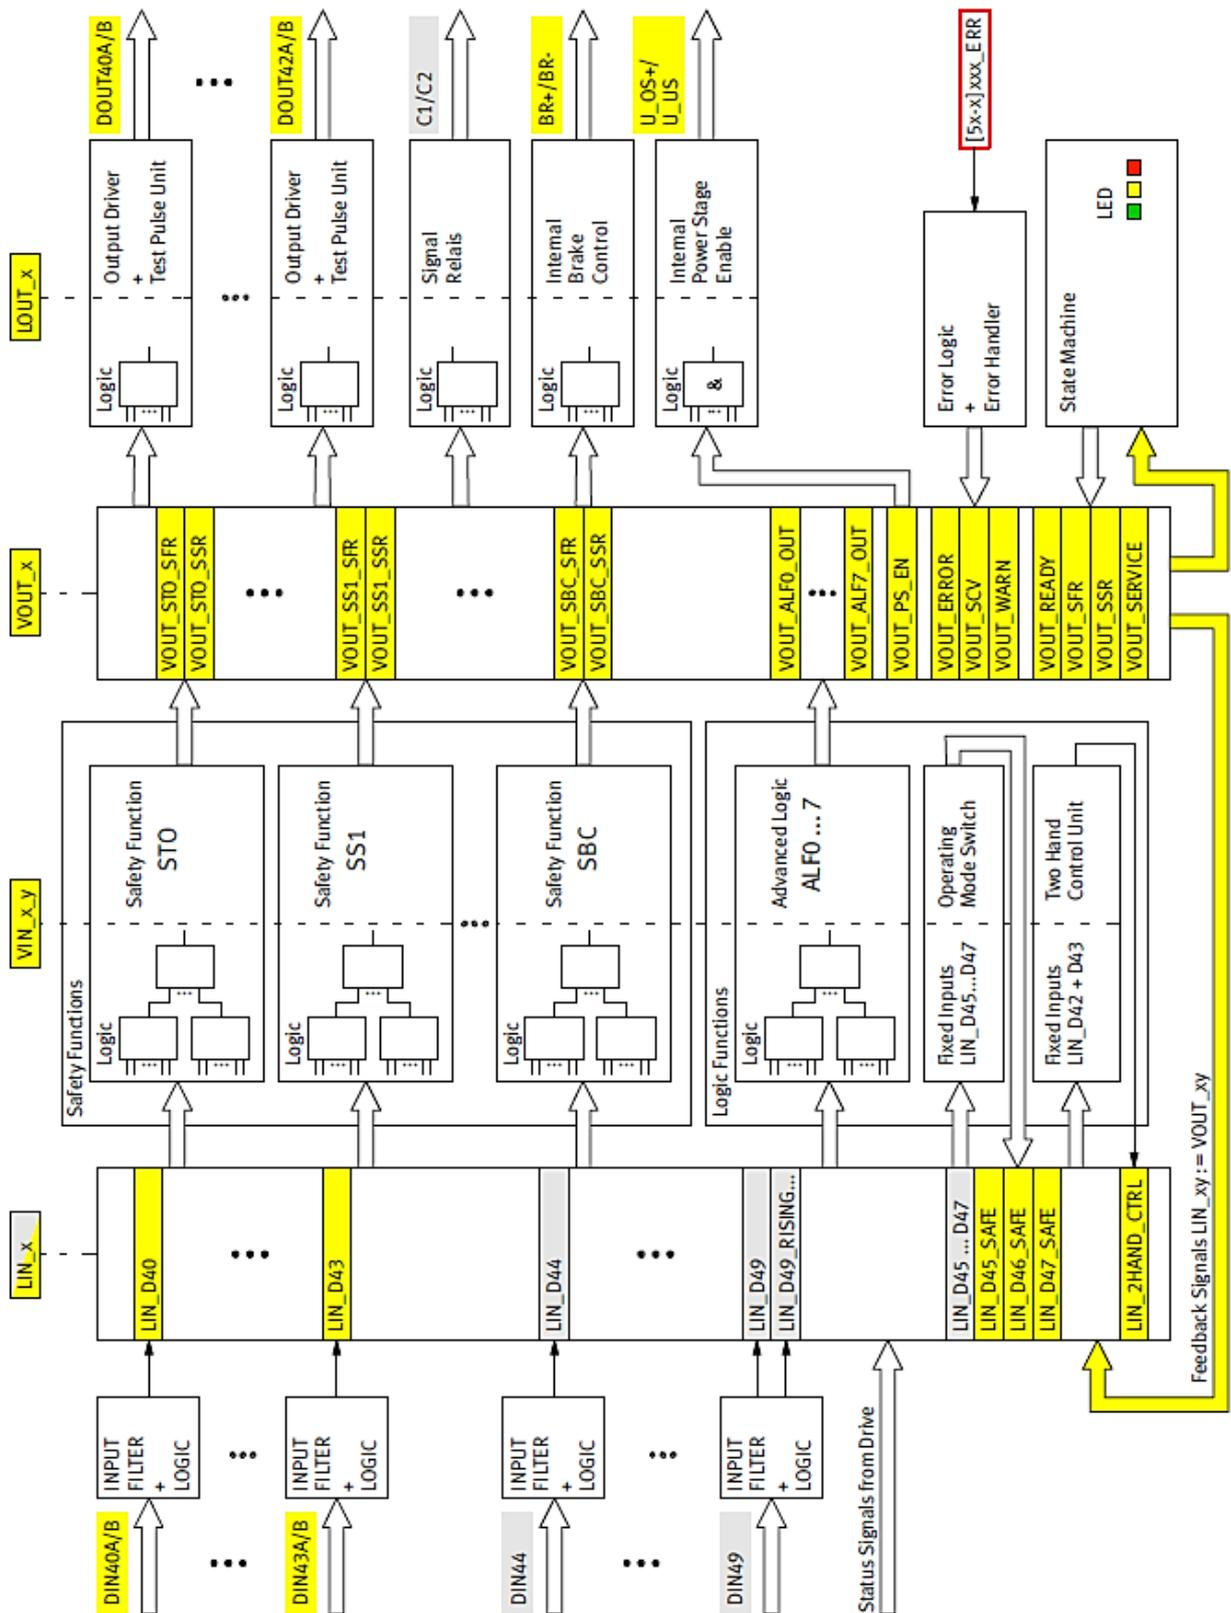

Abbildung 5: Funktionsschaltbild Sicherheitsmodul (Legende → Tabelle 8)
**Tabelle 8: Legende zu Abbildung 5**